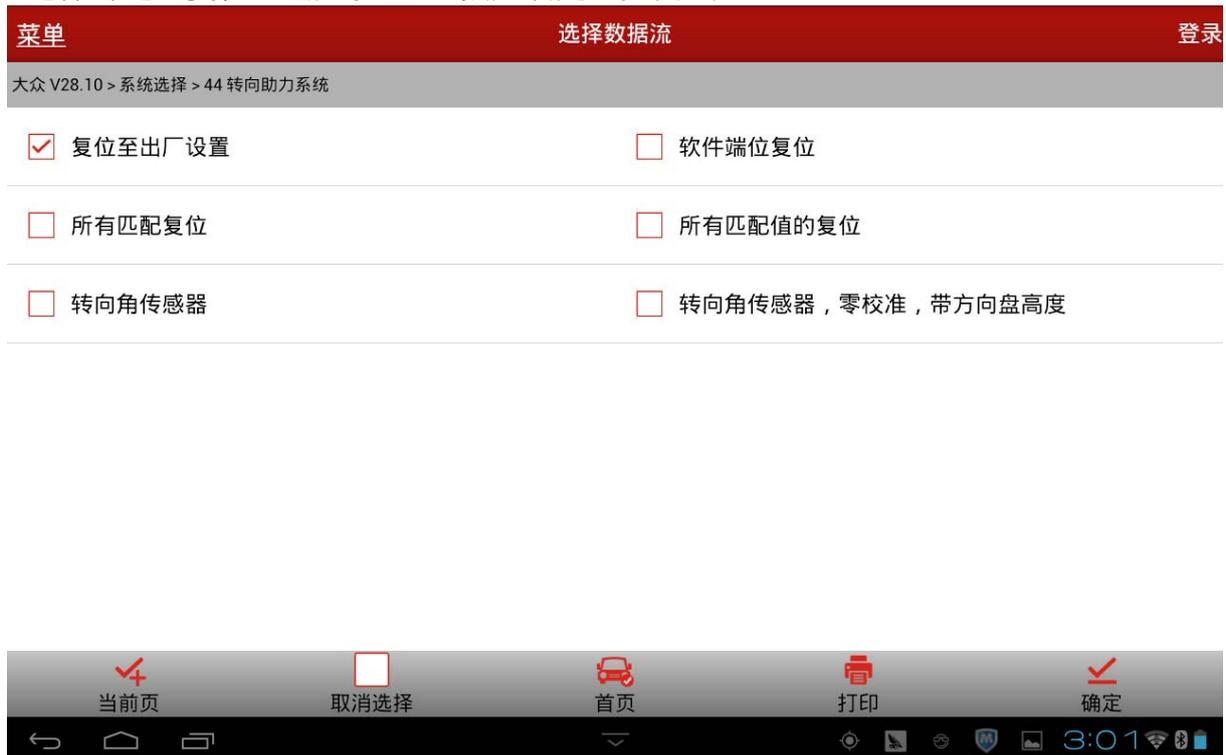

图 1
- 8). 选择勾选“复位至出厂设置”，然后确定，如图 1；